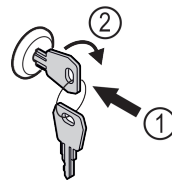

Fig. 201
- ▶ Schlüssel hineindrücken. Fig. 201 (1)
- ▶ Schlüssel um 90° im Uhrzeigersinn drehen. Fig. 201 (2)